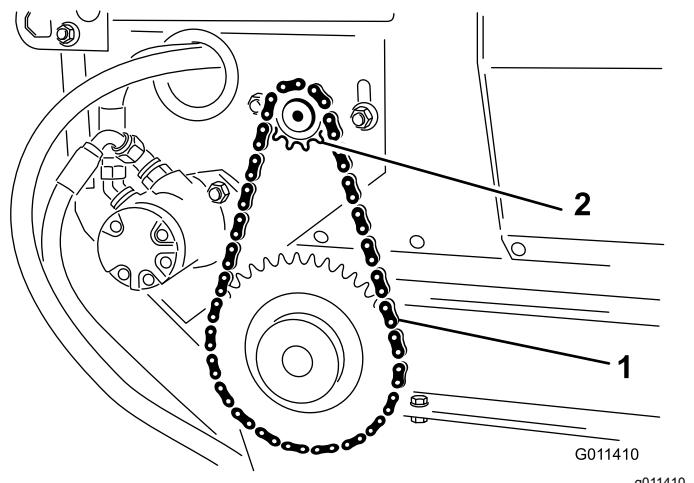

Figura 25
2. Allentate i bulloni e i dadi di fissaggio del gruppo ruota e motore al telaio principale (Figura 25).